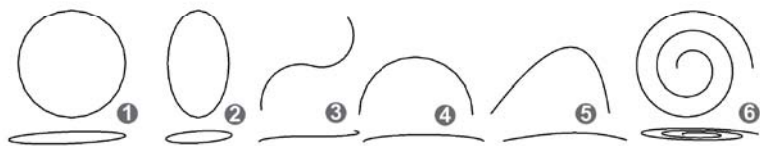

图 1.3.1 平面规则曲线
(1) 平面规则曲线:凡曲线上所有的点都属于同一平面,则该曲线称为平面曲线。常见的圆、椭圆、抛物线和双曲线等可以用二次方程描述,见图1.3.1。平面曲线的投影性质从略。